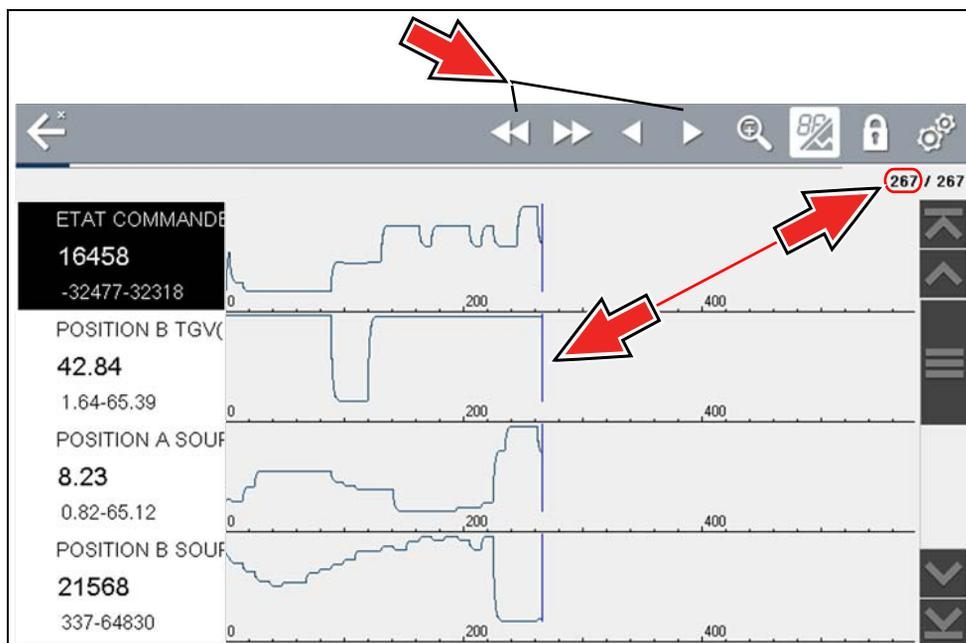

Figure 4-38
3. Dans l'affichage graphique, utilisez les icônes de commande pour vous déplacer dans les données (Figure 4-38).
Le curseur bleu (vertical) (Figure 4-38) indique votre position dans les données et s'accompagne de la valeur de position actuelle (Figure 4-38) dans l'affichage du compteur. Le curseur s'affiche dans tous les PID.
La sélection répétée de l'icône Sauvegarder dans la même session de collecte de données crée plusieurs fichiers .SCM. Chaque fichier contient des curseurs gris (verticaux) (Figure 4-38) indiquant l'endroit où la collecte des données a été mise en pause.